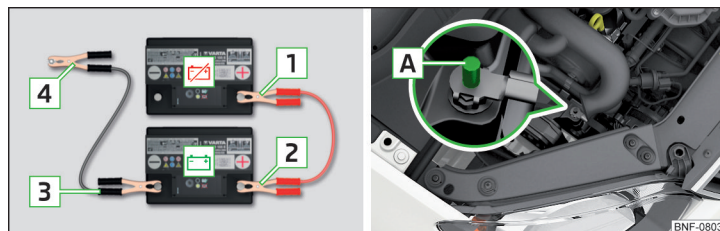

Fig. 157 Starthjælp: ☒ – afladet batteri. ☑ – strømgivende batteri / Motorens stel punkt ved START-STOP-system
- Sæt i biler med START-STOP-system klemmen **4** fast på motorens stel punkt **A** » Fig. 157.